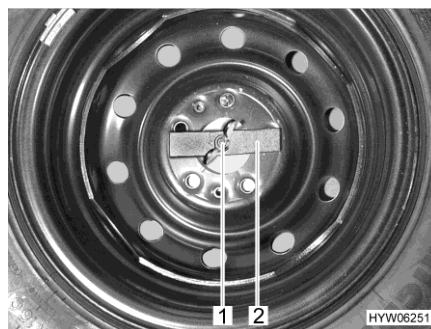

Bild 170 Reservhjul i det bakre bagageutrymmet
- Vingmutter (Bild 170,1) lossas för hand och skruvas av.
- Tryckstycket (Bild 170,2) tas bort.